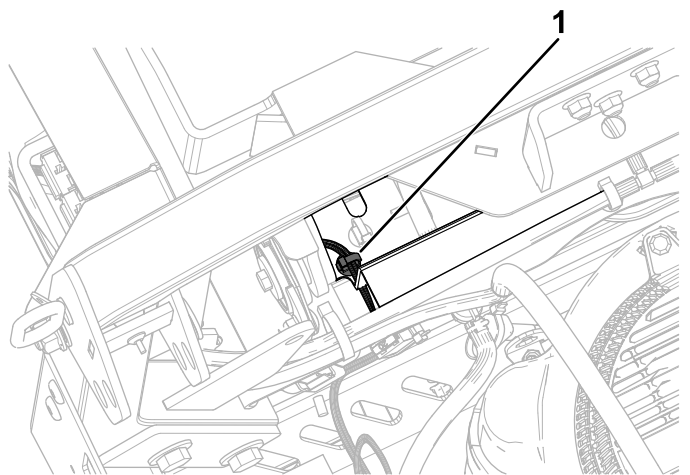

Figura 19
3. Instale o segundo fixador de pressão no suporte do depósito de combustível traseiro (Figura 19).